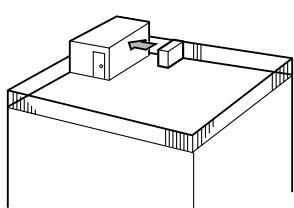

Fig. 2-3
- ① Τοποθετήστε τη μονάδα ώστε το στόμιο εξαγωγής του αέρα να είναι στραμμένο προς τον πλησιέστερο διαθέτιμο τοίχο και να απέχει περίπου 50 cm. (Fig. 2-3)